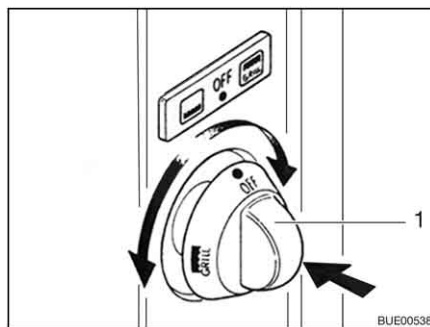

Bild 127 Drehregler
- Drehregler (Bild 127,1) leicht drücken und auf Backen "🍷" oder Grillen "🍷" stellen.
- Drehregler (Bild 127,1) drücken und gedrückt halten.
- Drehregler (Bild 127,1) drücken und 5 bis 10 Sekunden lang gedrückt halten.
- Drehregler (Bild 127,1) auf "OFF" drehen. Die Flamme erlischt.